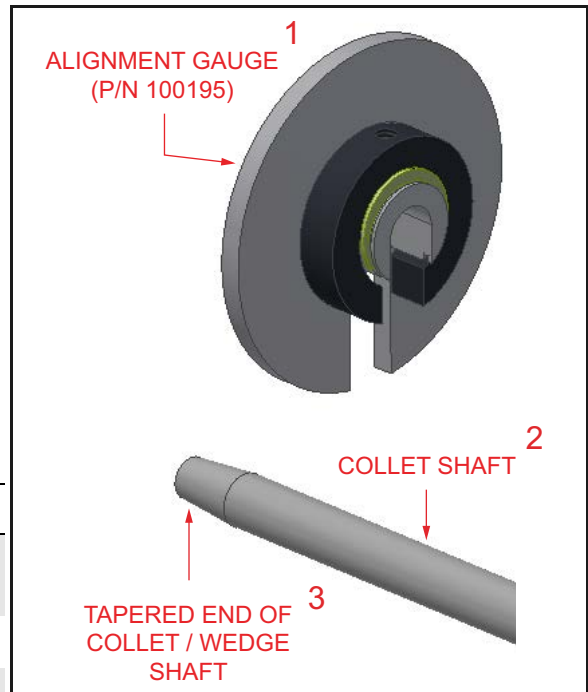

FIGURA 3-1. EJE DE BOQUILLA Y CALIBRE DE ALINEACIÓN
2. Si aún no está instalado, seleccione el eje de boquilla/cuña que se utilizará. Retire la suciedad o los residuos del eje. Deslice el eje de boquillas/cuñas en la carcasa de la caja de cambios de la herramienta (consulte la Figura 3-1).